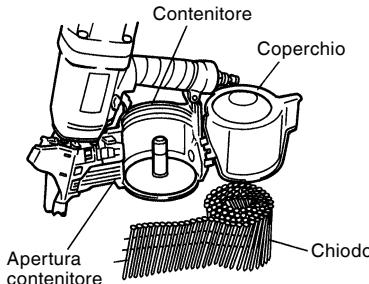

Fig. 4
- Caricate i chiodi nel caricatore. Allo stesso tempo, se la porzione caricata del chiodo è inserita dopo che è stata tirata fuori una volta in anticipo, le sequenze di lavoro potrebbero essere molto facilitate. (Vedi Fig. 4)